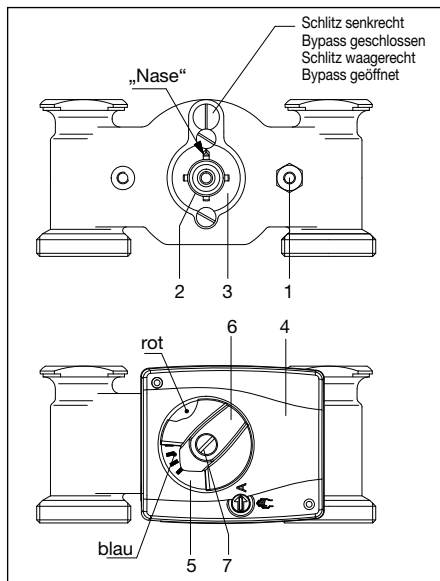

Abb. 5.7 Montage 4-Wege-Mischhahn DN25 / DN32
- Verdrehsicherung (1) fest an das Mischergehäuse montieren.
- Adapter (2) bis zum Anschlag auf das Mischerküken (3) stecken. Abflachung beachten!
- Stellmotor (4) auf die Mischerachse setzen.
- Drehrichtungsanzeige (5) gemäß Abbildung 5.7 auf den Stellmotor legen.
- Handverstellgriff (6) mit Pfeilmarke im blauen Bereich auf die Mischerantriebswelle stecken (Auslieferungszustand: Gegenurzeigersinn gegen Anschlag, Betriebsstellung „A“ Automatik).
- Schraube (7) mit Fächerscheibe einstecken und mit einem Drehmoment von $>5\text{Nm}$ anziehen.